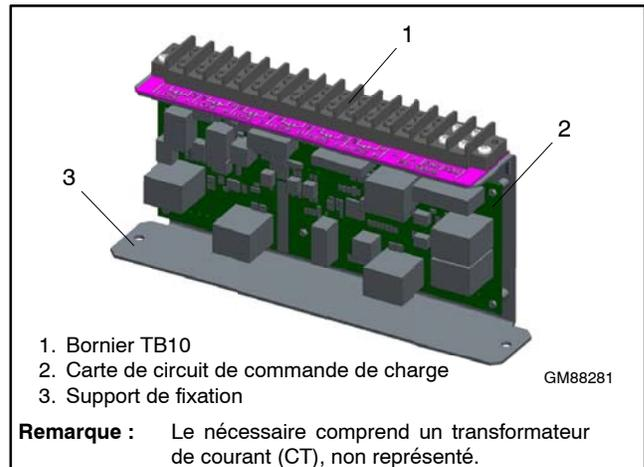

Figure 2-3 Nécessaire de délestage GM88281-1 (se monte à l'intérieur de l'enceinte du commutateur de transfert)
- Le nécessaire de délestage en option se monte à l'intérieur du commutateur de transfert modèle RDT ou RXT. Figure 2-3 montre le nécessaire de délestage.